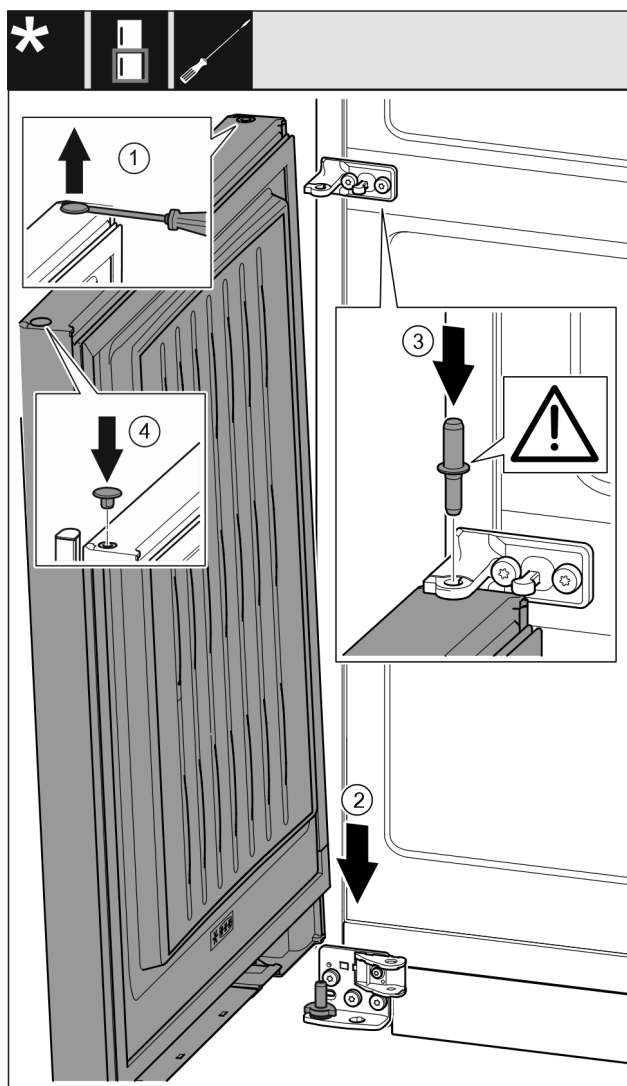

Fig. 41
- Levantar cuidadosamente los tapones con un destornillador para tornillos de cabeza ranurada y extraerlos. Fig. 41 (1)
- Colocar la puerta desde arriba sobre los pernos de apoyo inferiores. Fig. 41 (2)
- Insertar los pernos de apoyo centrales a través del soporte de apoyo central en la puerta inferior. Asegurarse de que el saliente de retención mire hacia atrás. Fig. 41 (3)
- Volver a colocar los tapones en el otro lado de la puerta. Fig. 41 (4)